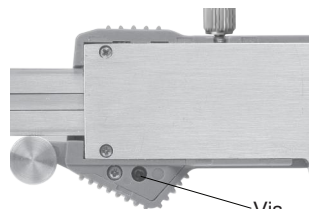

fig.1
- Desserrer la vis et retirer le couvercle de la batterie (fig.1)